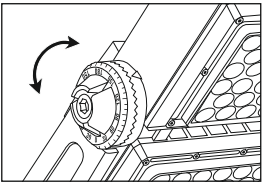

Рис. 3
- 5.13 Отрегулируйте угол наклона осветительного прибора: для этого необходимо ослабить боковые винты на лире, предназначенные для фиксации угла наклона светильника, с помощью шестигранныка (H6). После регулировки угла наклона светильника, надежно затяните боковые винты. Для регулировки угла наклона осветительного прибора используйте шкалу на кронштейне (рис. 3).